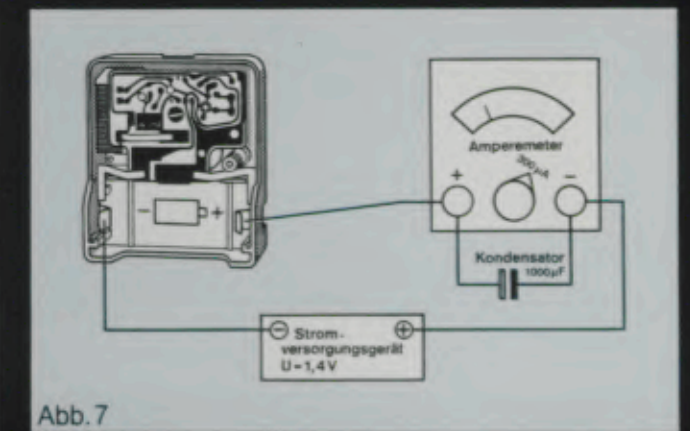

Abb. 7
2.5 Stromverbrauch messen (Abb. 7)